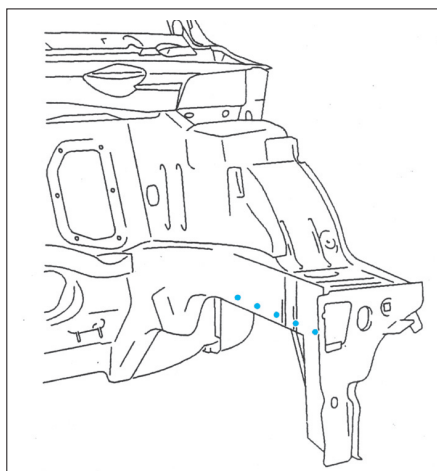

FIG. 39
- Souder par points électriques (Fig.39).